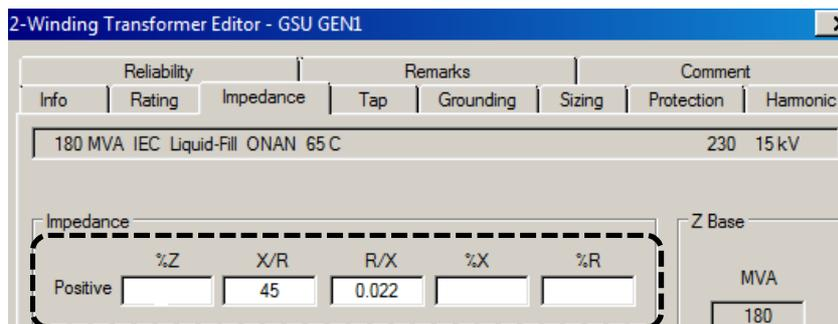

Figure 3
- 2) Compléter la configuration à effectuer de « l'Impédance positive » sur le champ ci-dessous du logiciel ETAP représenté sur la Figure 3. (0.5pt)